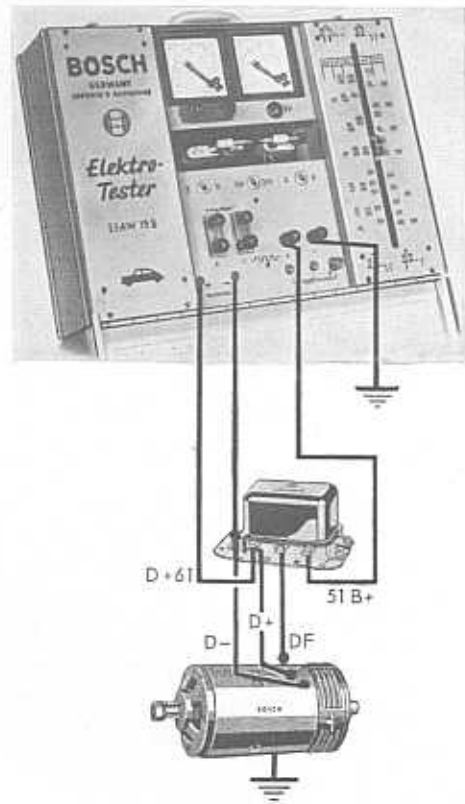

Bild 7
b) **Einschaltspannung** (Bild 7)
c) **Regulierspannung bei Belastung** (Bild 7)
d) **Stromreglereinsatz** (Bild 7)